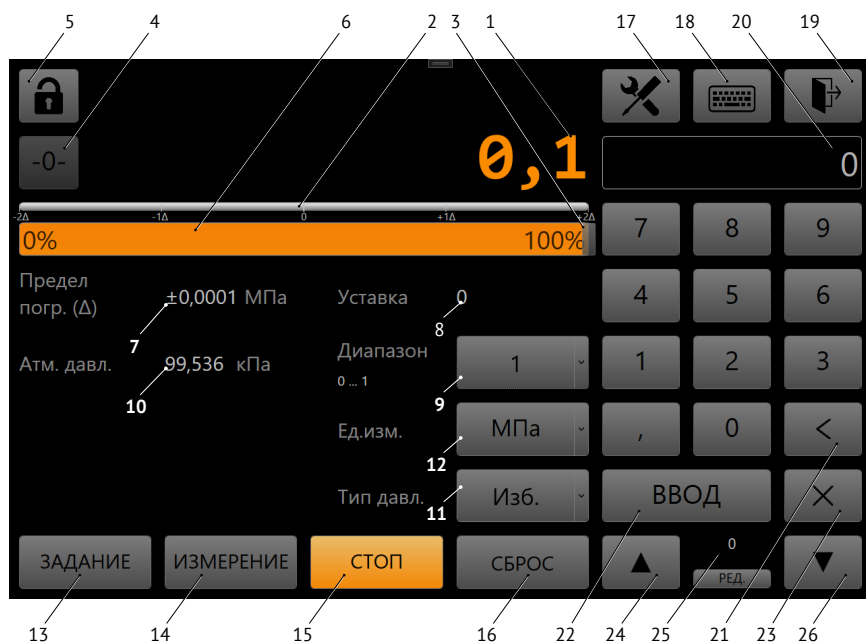

Рис. 6. Элементы рабочего экрана.
7.1 После включения калибратора автоматически загружается встроенное программное обеспечение. По окончании загрузки рабочий экран выглядит следующим образом (Рис. 6).
7.2 Защита экрана от случайных нажатий осуществляется блокировкой экрана по нажатию кнопки 5 (рис. 6). Пароль разблокировки «0000».
7.5.1 Режим задания включается кнопкой **Задание** на главном экране. В целях защиты оборудования, подключенного к калибратору рекомендуется задать параметр «максимальное давление» (кнопка **Ред.** под (14) рис. 6), соответствующее допустимому рабочему давлению данного оборудования. Далее на главном экране следует выбрать режим *абсолютное/избыточное* давление, *единицы измерения*, *датчик (Авто, 1, 2, 3)*. При выборе датчика *Авто* калибратор задает давление по датчику, в чей диапазон попадает заданное значение, т.е. автоматически, при выборе конкретного датчика 1, 2 или 3 калибратор задает давление по выбранному датчику, если уставка выше ВПИ выбранного датчика, калибратор переходит в режим *Авто*. На цифровой клавиатуре набрать нужное значение уставки и нажать кнопку **Ввод**. Начнется алгоритм задания давления, при достижении давления границ предела погрешности (стабилизации), цвет выводимого значения давления в поле вывода (1 из п. 7.2) изменится на зеленый, при выходе из данных границ цвет обратно становится оранжевым. Границы предела погрешности (стабилизации) редактируются в меню  **Калибратор → Предел стабилизации** (п. 7.9.1) .